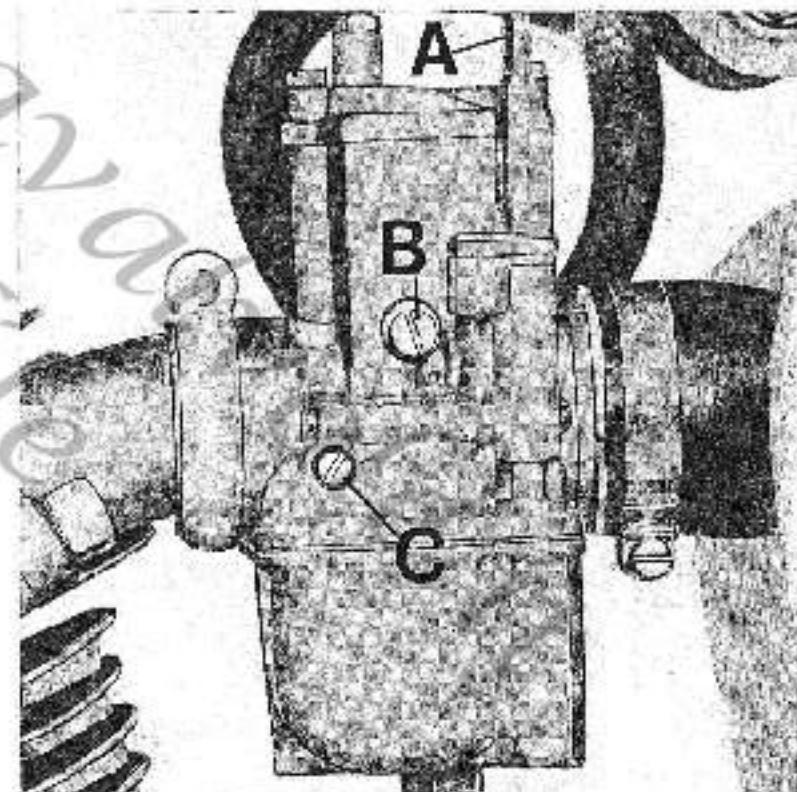

Fig. 14
- Levetta comando dispositivo per facilitare l'avviamento a MOTORE FREDDO a sinistra sul carburatore stesso (vedere A di fig. 14).
Per la partenza a MOTORE FREDDO azionare a levetta (A di fig. 14) portancola in posizione di avviamento (verticale). Dopo qualche secondo nella stagione calda, e qualche minuto, nella stagione fredda, che il motore è avviato, portare detta levetta in posizione di marcia (orizzontale).
### Regolazione della carburazione (ved. fig. 14)
- 2) Controllare che la levetta comando dispositivo di avviamento (A di fig. 14) sia in posizione di marcia (orizzontale).
3) Avviare il motore e portarlo a temperatura di funzionamento (MOTORE CALDO), avvitare a fondo la vite di regolazione minima benzina (C) e svitarele successivamente di 3/4 di giro.
4) Agire sulla vite (B) fino ad ottenere un regime di circa 1000 giri/1'.